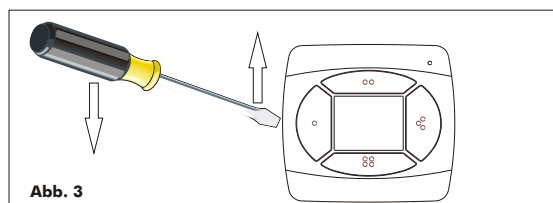

Abb. 3
- Öffnen Sie den Wandfunktaster mit einem Schraubenzieher, wie in Abb.3 beschrieben.